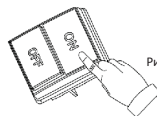

Рис. 3
5. Установите переключатель в положение «ВКЛ.» (См. Рис. 3)
2. Установите переключатель в положение «ВЫКЛ.» (См. Рис. 3)
2. Выключите переключатель питания (установите в положение «ВЫКЛ.»). (См. Рис. 3)